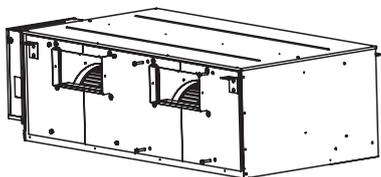

Рисунок 10.3
- 4) Выверните 4 винта М8 из передней панели кондиционера. (Рисунок 10.3)